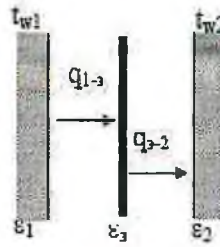

Рис.2. Расчетная схема теплообмена излучением между двумя поверхностями с экраном
1.3. Между поверхностями расположен один экран (рис.2)